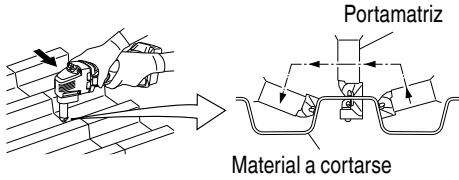

Fig. 9
- (2) Sujete la máquina firmemente con ambas manos, como se muestra en la Fig. 9, alinee la forma de la chapa trapezoidal, empuje la máquina hacia adelante hasta que el portatroquel quede en ángulo recto, como se muestra en la Fig. 9, y realice el corte.